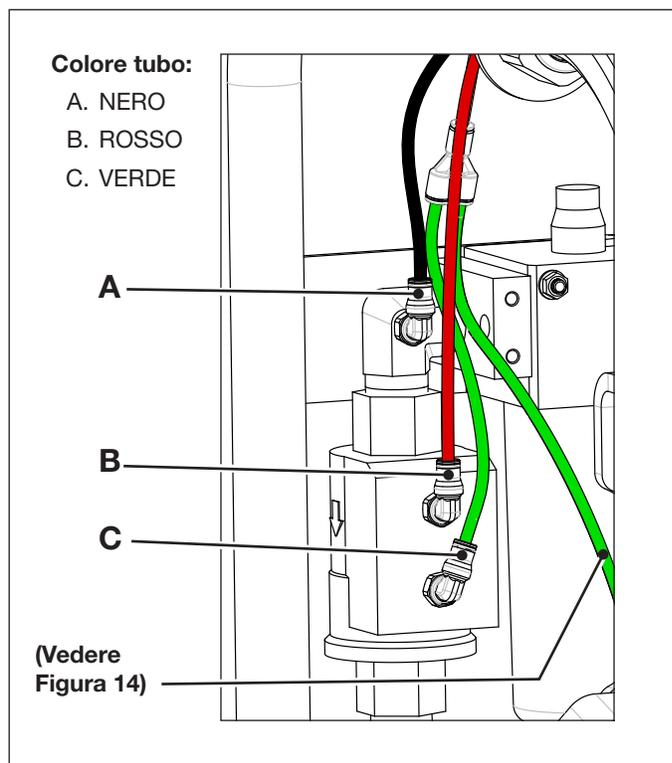
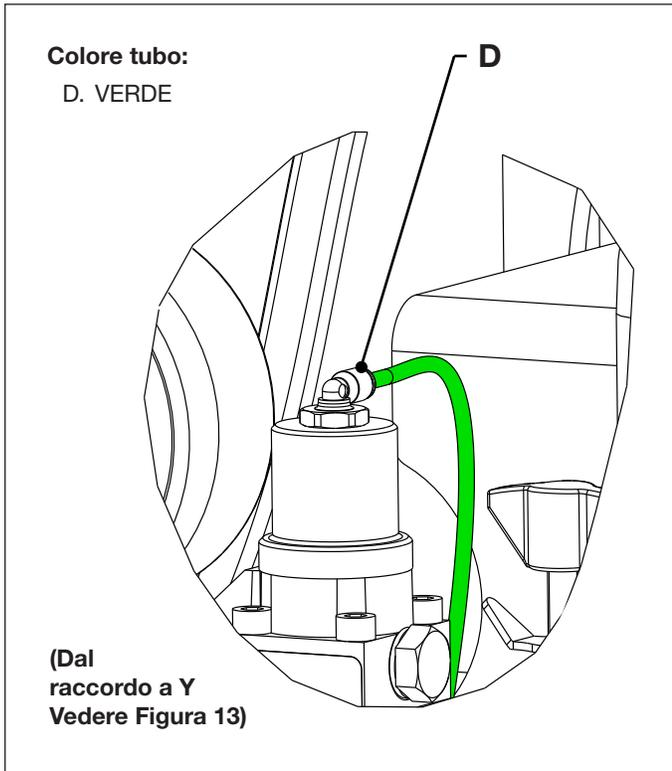

Figura 13: Connessioni tubi dell'aria - valvola logica di controllo portata.
Figura 14: Connessione tubo aria valvola di controllo idraulica
3. Scollegare i tubi pneumatici della pompa nei punti "A", "B", "C" e "D" come mostrato in Figura 13 e Figura 14.
23. Ricollegare i tubi pneumatici della pompa nei punti "A", "B", "C" e "D". Vedere Figura 13 e Figura 14.